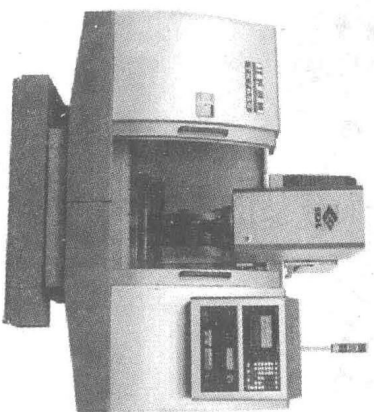

图 1—1 立式数控铣床
- 1) 数控铣床 根据数控机床的用途进行分类，用于完成铣削加工或镗削加工的数控机床称为数控铣床。图 1—1 所示为立式数控铣床。
2) 加工中心 加工中心是指带有刀库（带有回转刀架的数控车床除外）和刀具自动交换装置（Automatic Tool Changer—ATC）的数控机床。通常所指的加工中心即是指带有刀库和刀具自动交换装置的数控铣床。图 1—2 所示为卧式加工中心。